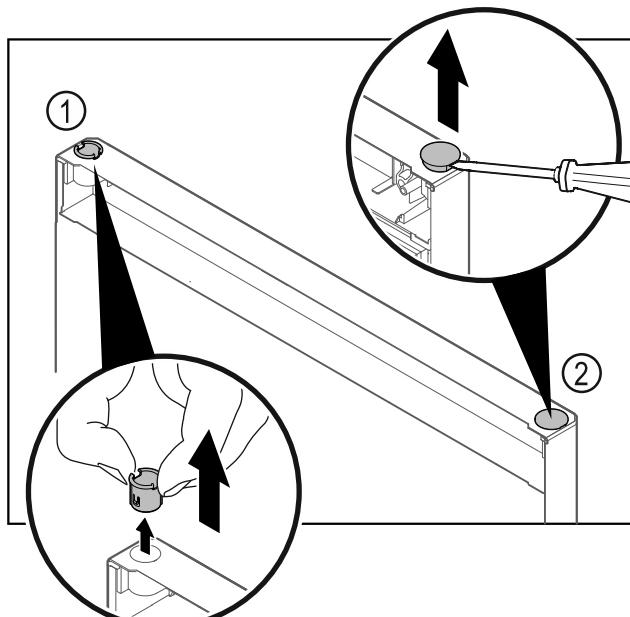

Fig. 35 冷冻区/门
- ▶ 用手指拔出合页衬套 Fig. 35 (1)。
- ▶ 用带槽螺丝刀小心撬起盖塞 Fig. 35 (2)并将其拔出。